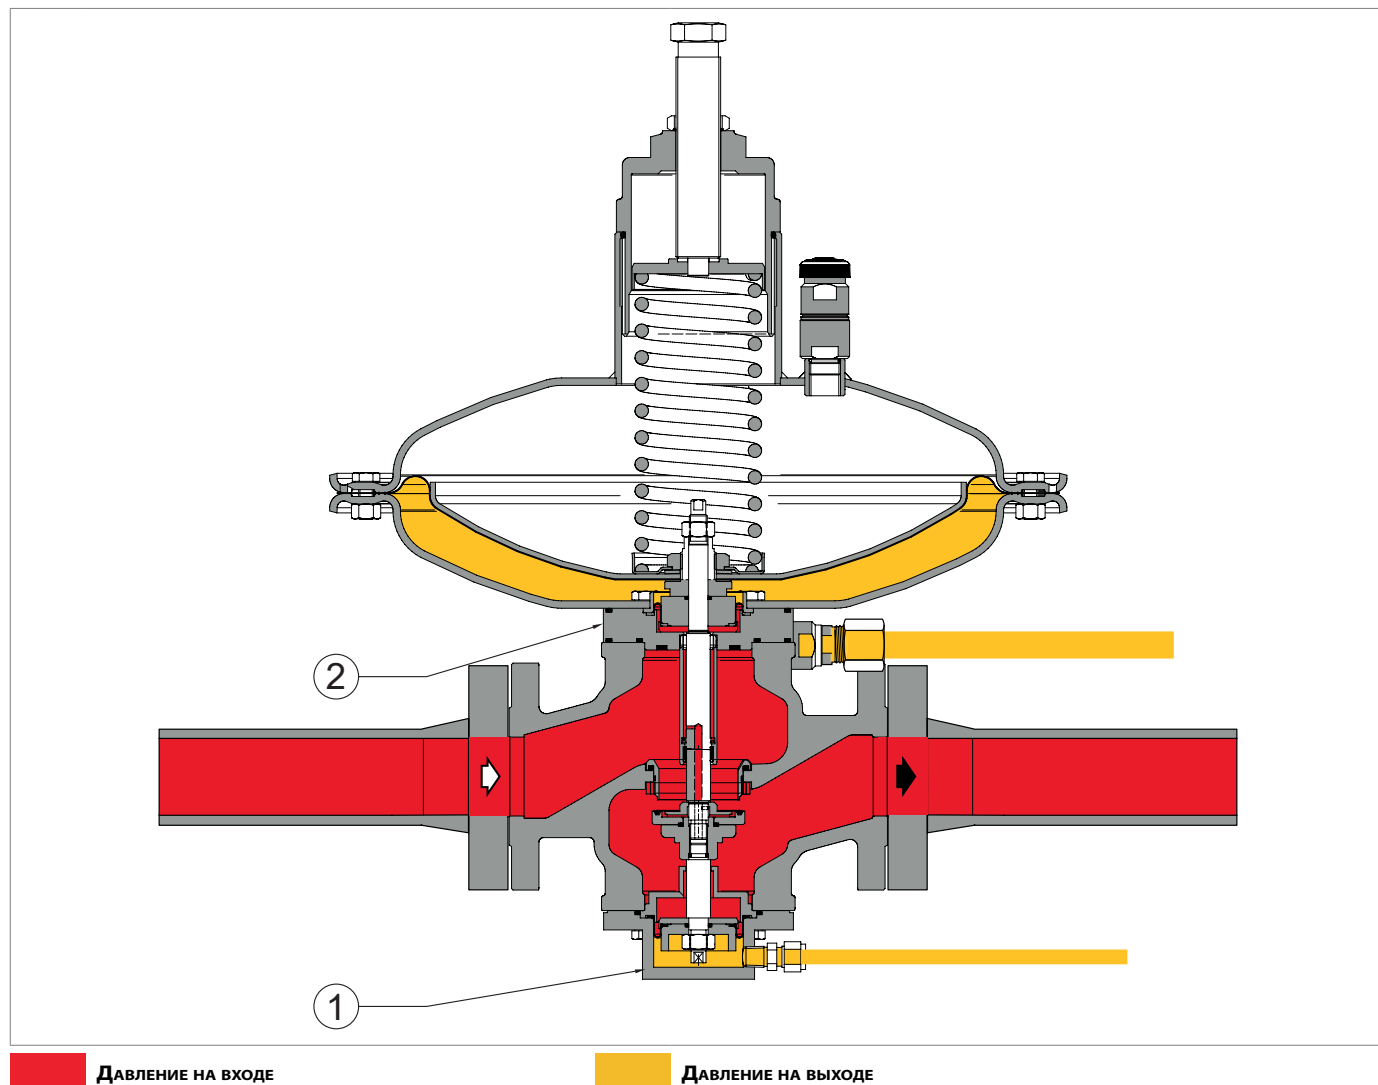

Рис. 4.4. Регулятор с функцией монитора с устройством ER
Регулятор с функцией монитора представляет собой регулятор, который помимо обычной комплектации имеет балансирующее устройство (устройство ER (1), см. рис. 4.4) мобильного оснащения. Устройство ER (1) установлено на нижнем фланце регулятора-монитора (2).